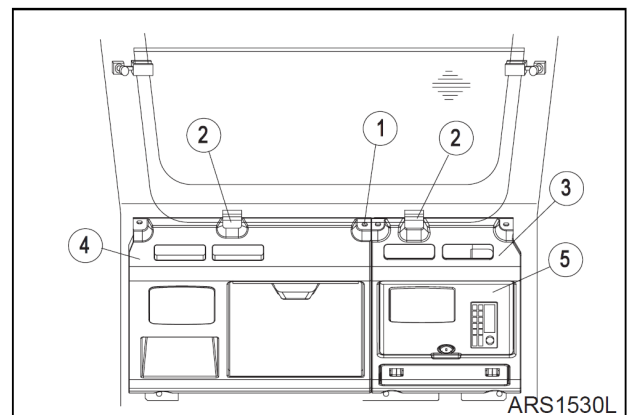
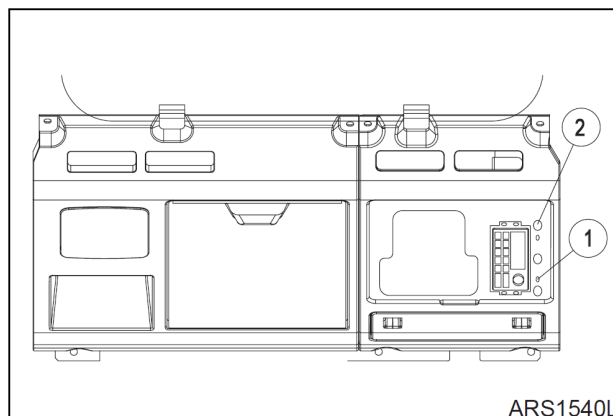

Рис. 4
Рис. 5
18. Снять крышку (5, рис. 4) с левой панели приборной доски (3) и болты (1, рис. 5).
19. Снять две резиновые прокладки (2, рис. 4), на которых стоит нижняя часть лобового стекла. Снять болты (1) с левой и правой задних панелей приборной доски. Снять левую панель (3).
20. Поднять правую панель приборной доски (4, рис. 4) и отсоединить проводку динамика. Снимите крышку.
21. Снять три болта (2, рис. 5) после отсоединения проводки динамика и проводки антенны. Снять стереосистему.